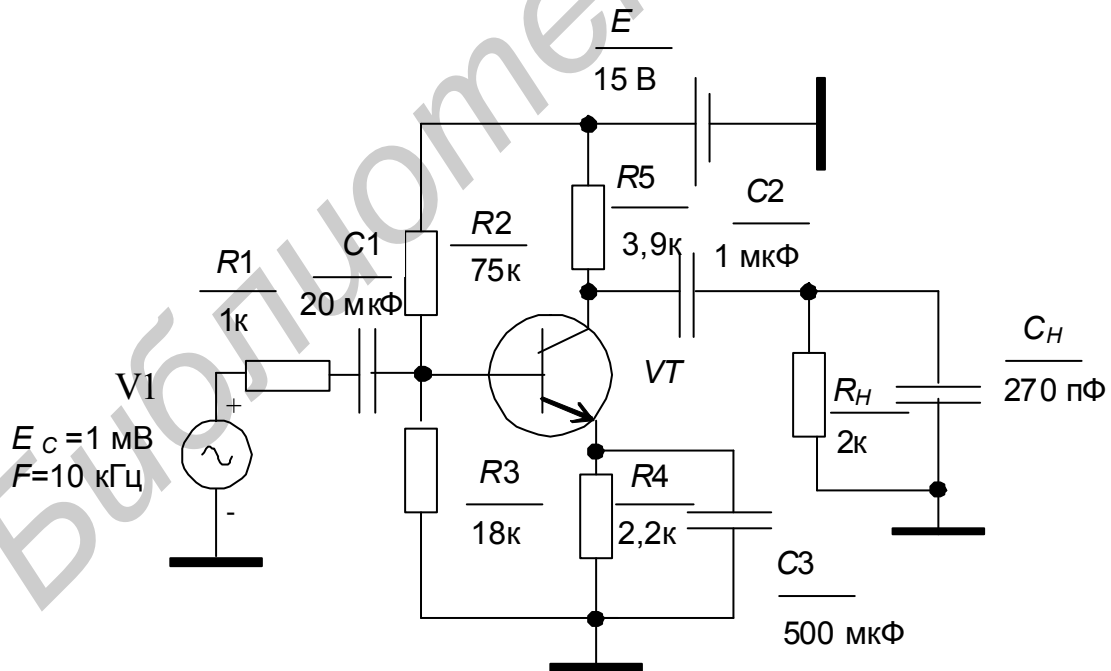

Рисунок 6.6 – Схема резисторного каскада усиления с общим эмиттером
6.2.3 Создайте схему резисторного каскада с общим эмиттером (рисунок 6.6).
Создайте схему резисторного каскада с общим эмиттером (рисунок 6.6).